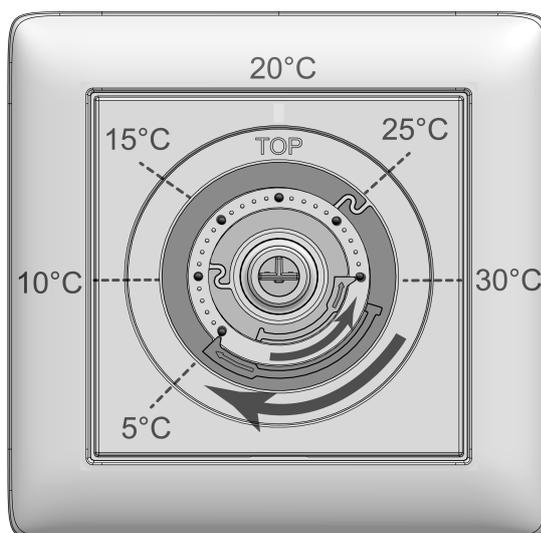

Imagen 4: Anillos de ajuste para limitación de la temperatura
En la posición intermedia, el aparato regula la temperatura de consigna a 20 °C. La menor temperatura nominal asciende a 5 °C y la máxima temperatura de consigna a 30 °C (Imagen 4).
- Retirar el botón de manejo (4) de la placa central (3) para que los anillos de ajuste (6) sean visibles (Imagen 4). Los valores de temperatura mostrados en la imagen sirven como orientación.